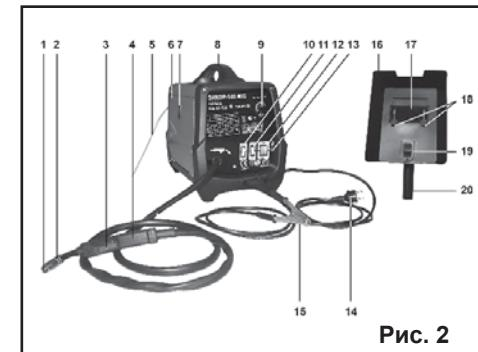

Рис. 2
7. УСТРОЙСТВО Рис. 2,3
8.1.3. Как показано на Рис.2, соберите защитный щиток (16). Рукоятка (20) и светофильтр (17) закрепляются на защитном щите (16) при помощи зажимов - без применения вспомогательного инструмента.
Регулировка сварочного тока производится переключателями (10 и 11), Рис.2.
Регулировка скорости подачи сварочной проволоки производится ручкой регулятора (9), Рис.2.